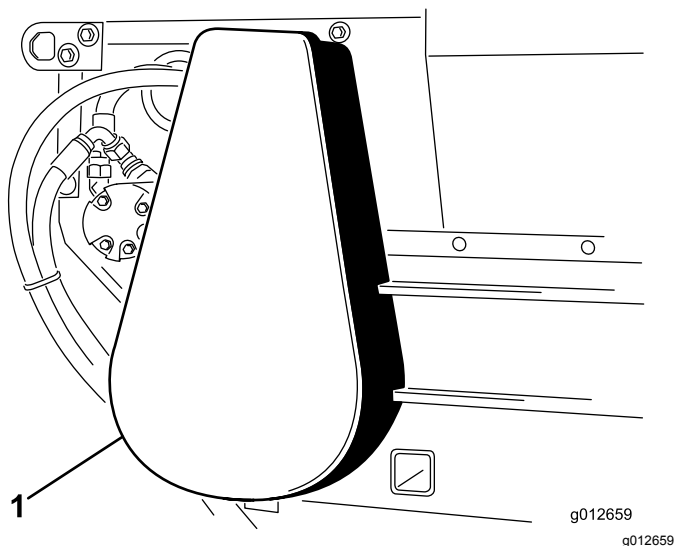

Figura 39
3. Instale la cubierta de la cadena (Figura 39).